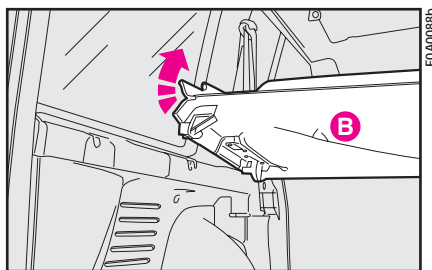

рис. 126
4) Поднимите часть **В** (рис. 126) и переместите полку багажника в имеющееся за сиденьем пространство. Далее зафиксируйте верхнюю часть полки багажника на полке у заднего стекла, а нижнюю центральную часть — на сиденье.